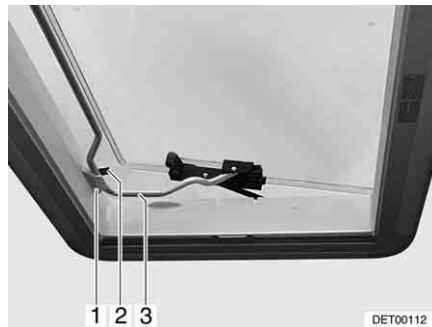

Bild 76 Heki-takluckan i ventilationsläge 2
- Sätt in bygeln (Bild 76,3) i hållaren (Bild 76,1).
- Ställ spaken (Bild 76,2) över bygeln.